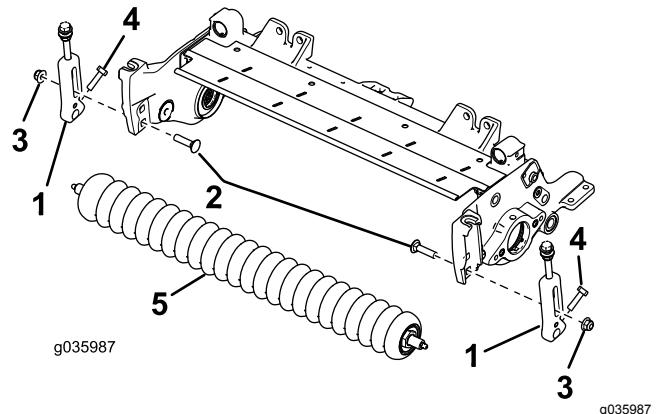

Figura 2
2. Rimuovete i bulloni a testa tonda e i dadi di bloccaggio che fissano le staffe dell'altezza di taglio alle piastre laterali degli apparati di taglio (Figura 2).
| 3. Apparato di taglio 3 | 3. Allentate le viti che fissano le staffe dell'altezza di taglio all'albero del rullo anteriore (Figura 2). |
| 4. Apparato di taglio 4 | 4. Togliete le staffe dell'altezza di taglio ed il rullo anteriore dalle piastre laterali dell'apparato di taglio (Figura 2). |